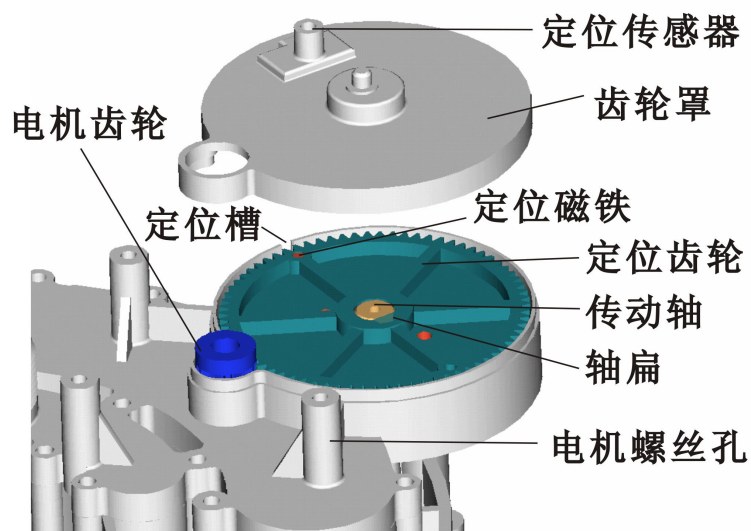

图19: RF系列多路阀定位系统
- ⚠ 安装阀芯时，首先保证定位磁铁和定位槽对准（图19），阀芯孔和任一对阀口对准安装。